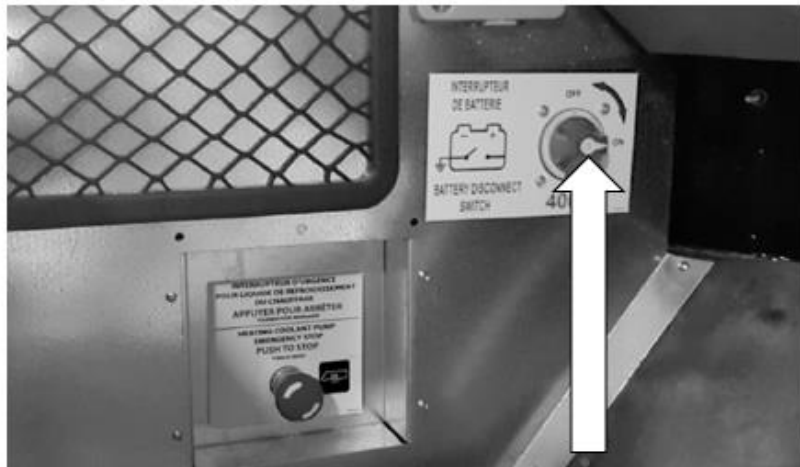

Figure 2 - Emplacement de l'interrupteur de sécurité intérieur
3. Localisez le sélectionneur de sécurité intérieure et mettez-le à la position « OFF » (figure 2).